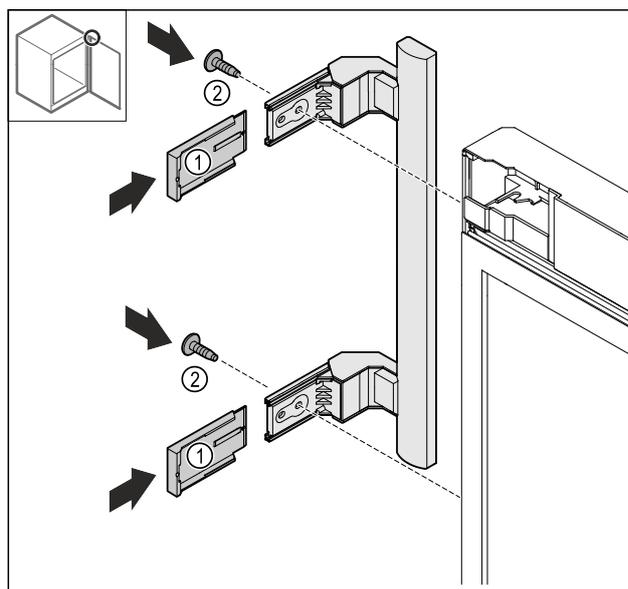

Fig. 26
- Pousser les caches Fig. 26 (1).